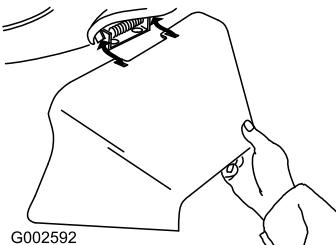

Figure 29
- Montez l'éjecteur latéral et rabatbez le volet sur l'éjecteur (Figure 29).